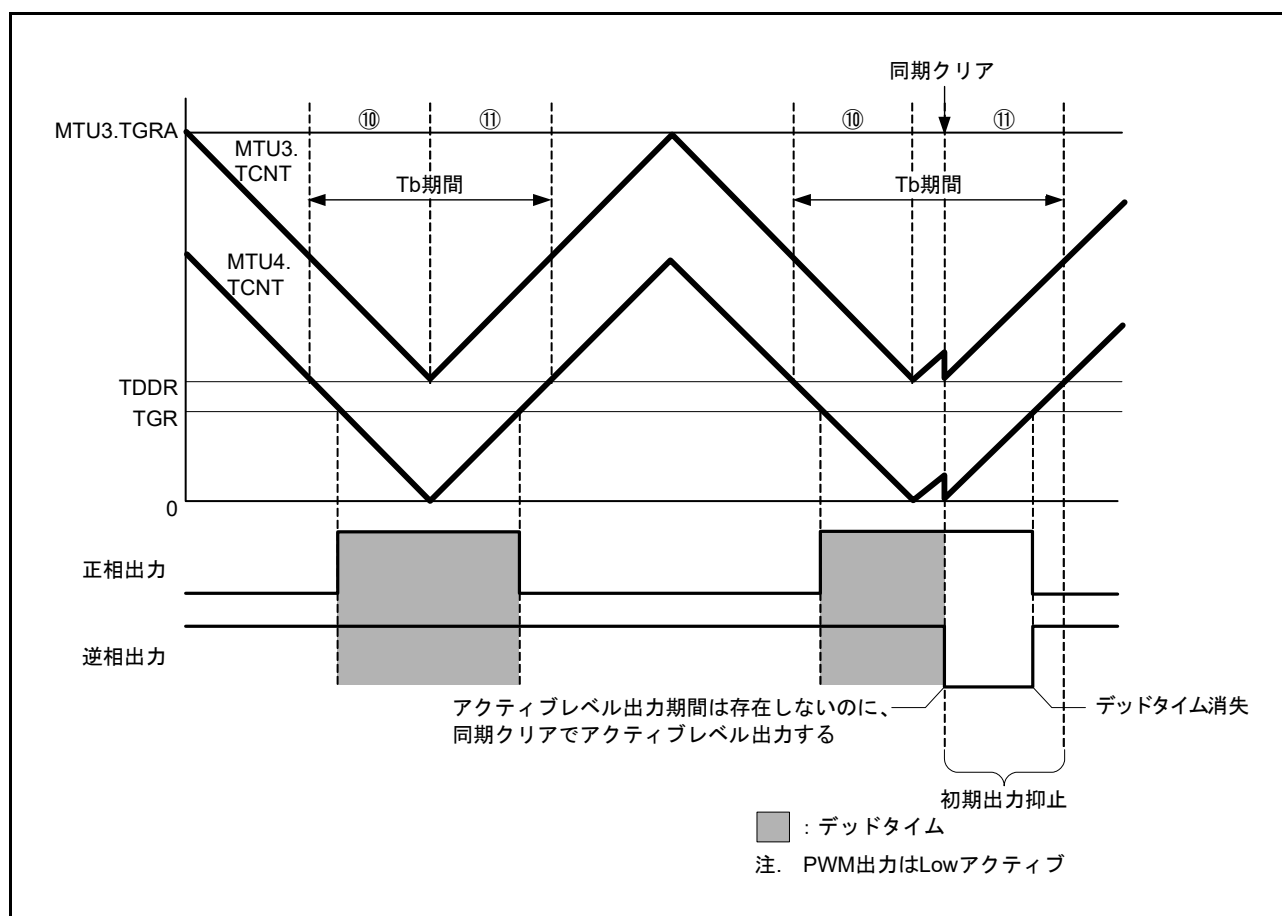

図 24.150 同期クリア例 (条件 2 の場合)
条件 2 初期出力の抑止期間⑩、⑪にて、 $MTU3.TGRB (MTU6.TGRB) \leq TDDRA (TDDRB)$ 、 $MTU4.TGRA (MTU7.TGRA) \leq TDDRA (TDDRB)$ 、 $MTU4.TGRB (MTU7.TGRB) \leq TDDRA (TDDRB)$  のいずれかが成立する状態で、同期クリアする (図 24.150 参照)